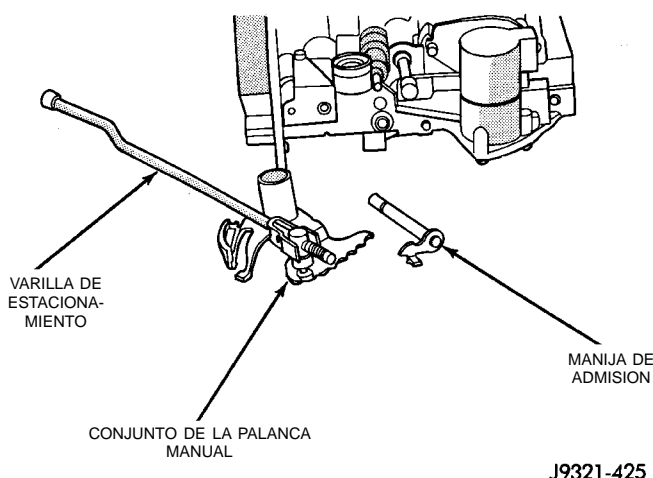

Fig. 57 Palanca manual y manija de admisión
(18) Retire la palanca manual y la manija de admisión (Fig. 57). Haga girar y eleve la palanca manual para extraerla del cuerpo de válvulas y el eje de la manija de admisión. Luego extraiga la manija de admisión del cuerpo de válvulas.